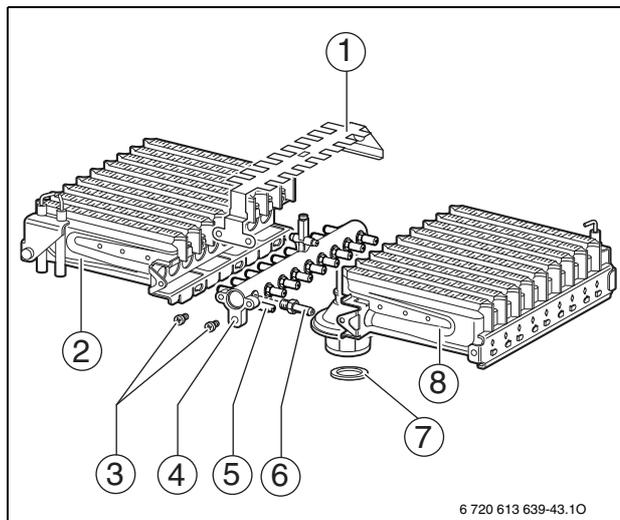

Рис. 29
- ▶ Демонтировать горелку (→ рис. 29, [2] и [8]/→ глава 12.2.1).
- ▶ Установить горелку (→ рис. 29, [2] и [8]).